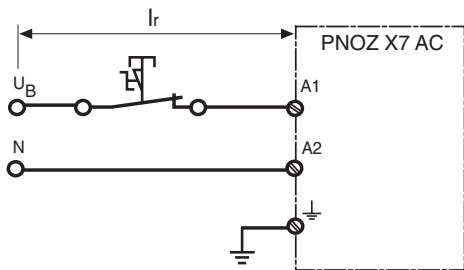

Fig. 3: Longitud de cable  $I_r$  con línea en bucle/
- Línea en bucle, 1 fase (v. fig. 3): 1 km
- Conduttore circolare, 1 fase (v. fig. 3): 1 km
- Separate kabels, 1 fase (zie fig. 3): 1 km